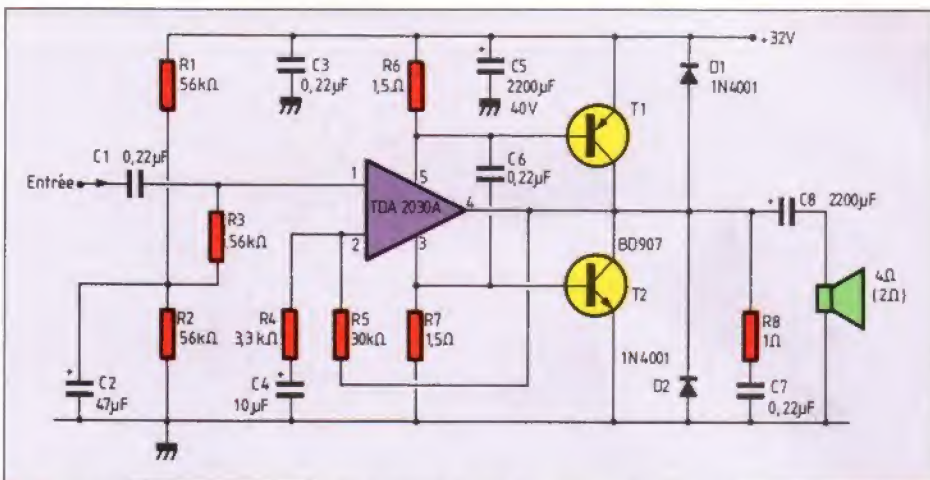

Fig. 10. – Faisant suivre le TDA 2030 A de deux transistors en émetteur commun, on augmente le rendement de l'amplificateur (schéma d'application SGS-Thomson).
Le schéma de la figure 10 travaille avec la même tension d'alimentation que précédemment et avec la même résistance de charge. Un supplément de puissance ne peut donc provenir que d'une amélioration du rendement.
rendement de la figure 10
**Haut rendement.** 200 W dans une résistance de charge de 4  $\Omega$ , cela correspond à des amplitudes de  $\pm 40$  V et  $\pm 10$  A. Pour atteindre pareilles valeurs avec des pertes raisonnables, on doit compléter le TDA 2030 A par des transistors de puissance en émetteur commun, suivant le principe évoqué par la figure 10.